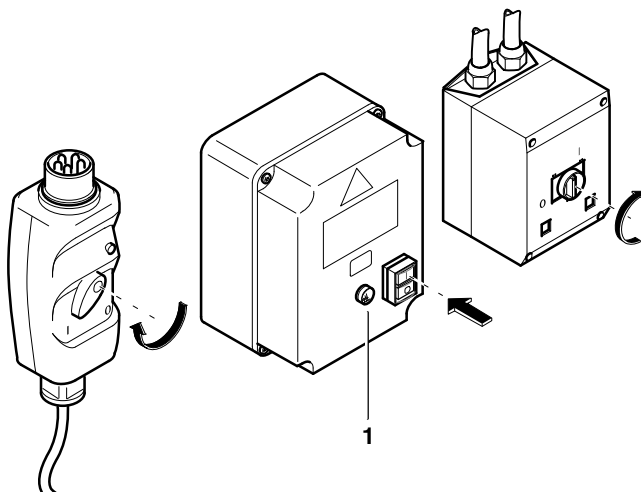

Fig. 9 Avviamento degli impianti elettrici
- Confrontare, immediatamente dopo l'accensione, la direzione di rotazione del motore con la freccia della direzione di rotazione riportata sulla macchina. Se la direzione di rotazione è errata, ciò significa che la posizione di fase non è corretta. In questo caso, spegnere immediatamente la macchina, staccare la spina e invertire due delle tre fasi nei morsetti di ingresso del salvamotore. Non eseguire modifiche per nessuna ragione nella cassetta dei morsetti del motore. Gli impianti con comando compressore sono dotati di un dispositivo di controllo senso di rotazione. Se la posizione di fase non è corretta si accende la spia di avvertenza E1 (1, Fig. 9) e il motore non riceve corrente. In questo caso, scollegare immediatamente l'impianto dalla rete elettrica e invertire due delle tre fasi nei morsetti della spina. Non eseguire modifiche per nessuna ragione nella cassetta dei morsetti del motore e nel comando compressore.
- **Corrente trifase:** l'accensione avviene manualmente mettendo il commutatore (1, Fig. 9) sulla posizione 1.
- **Corrente trifase:** lo spegnimento avviene manualmente girando il commutatore (Fig. 9) sulla posizione 0.